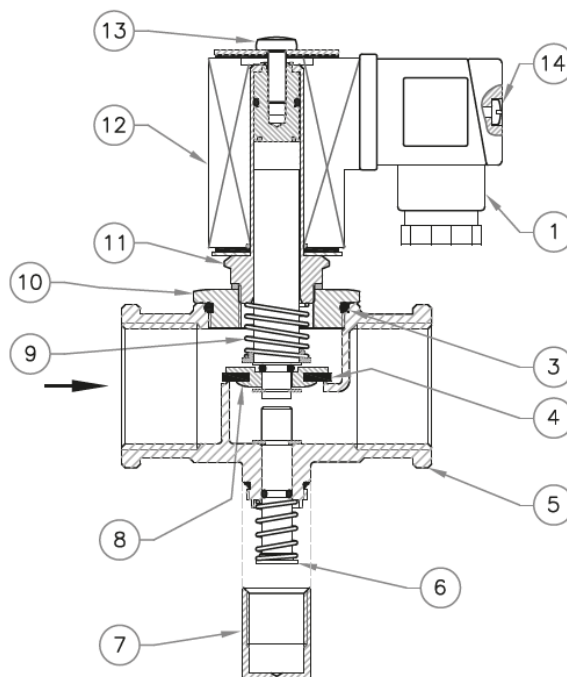

Рис. 1
Клапан (Рис. 1) состоит из: электрический коннектор (1); прокладка (3); уплотнитель затвора (4); корпус (5); шток взвода (6); колпачок механизма взвода (7); затвор (8); пружина затвора (9); крышка (10); направляющая сердечника (11); соленоид (12); винт крепления катушки (13); винт коннектора (14).